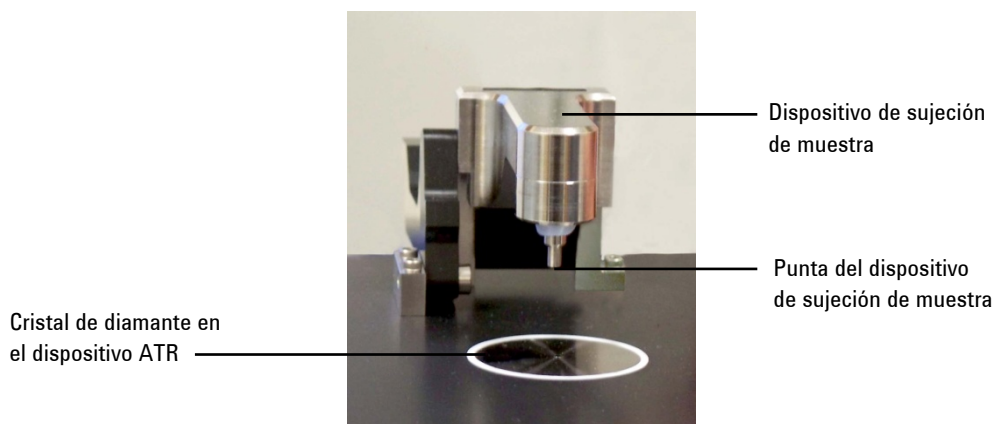

Figura 6. Dispositivo de sujeción de muestra en la posición más alta que ofrece fácil acceso para la carga y limpieza de la muestra
En el modo de limpieza y carga de la muestra, el dispositivo de sujeción de muestra debe estar en la posición más alta, para que la punta de esta esté bien por arriba de el visor de muestreo de cristal de diamante (consulte la Figura 6). Sólo en esta posición, se puede acceder fácilmente al área de montaje de la muestra para cargarla en su lugar y limpiar las superficies de muestreo antes de analizar la siguiente muestra.
- 2 Limpie la punta del dispositivo de sujeción de muestra primero y luego limpie el visor de montaje de muestreo, como se indica en la Figura 6.